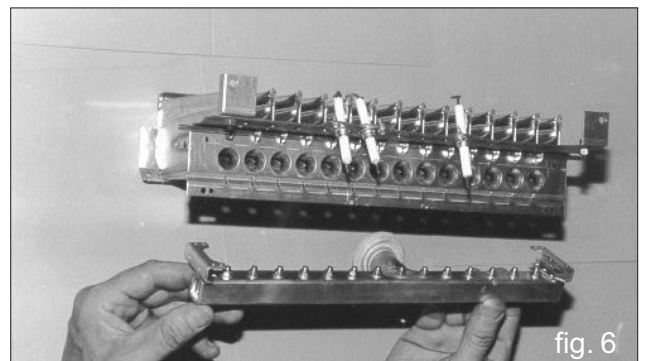

fig. 6
- Per cambiare gli ugelli si dovranno togliere le quattro viti che fissano il collettore alla rampa bruciatori. Con chiave fissa o a tubo da 7 mm provvedere alla sostituzione degli ugelli tenendo presente di interporre tra il collettore e gli ugelli le relative rondelle in rame (fig. 6).